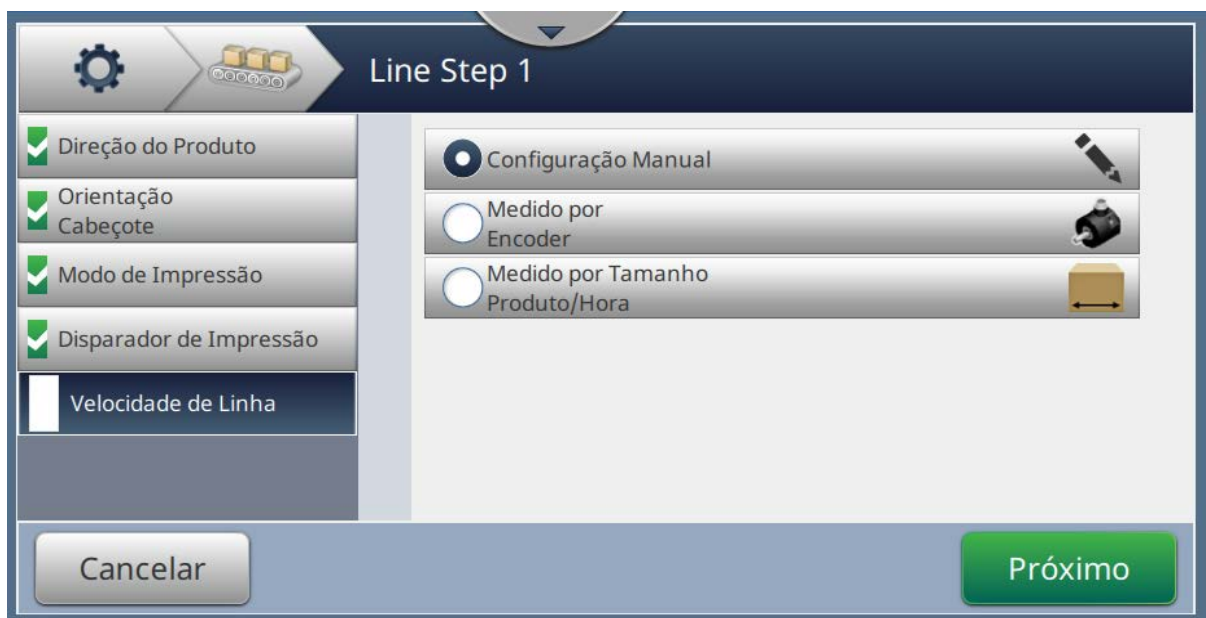

Figura 6-35: Definição de linha – Velocidade de linha
1. Toque em *Velocidade de linha* na tela Configuração de definição de linha, selecione a velocidade de linha necessária, como mostra a Figura 6-35. Toque no botão  para definir a velocidade de linha.
1. Selecione *Configuração manual*, como mostra a Figura 6-35. Toque no botão  para inserir as configurações necessárias.
1. Selecione *Medido por Encoder*, como mostra a Figura 6-35. Toque no botão
1. Toque em *Medido por tamanho do produto/tempo*, como mostra a Figura 6-35. Toque no botão